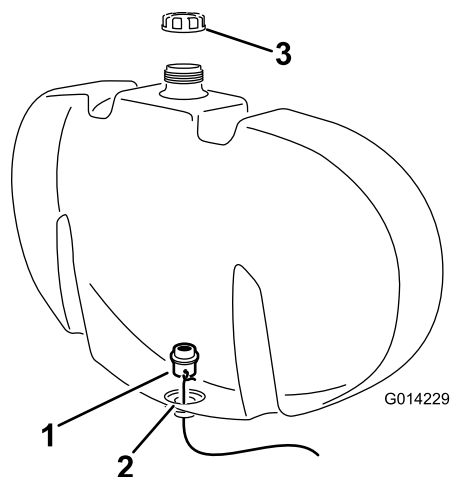

Figura 10
- D. Usate il filo per guidare il diaframma verso l'uscita (Figura 10).
- E. Collocate il diaframma in posizione accertandovi che la guarnizione flangiata si trovi a contatto della parete interna del serbatoio di lavaggio (Figura 10)